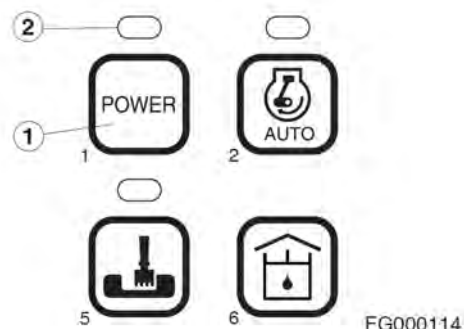

Рис. 50
2. Следует выбрать надлежащий режим мощности с помощью кнопок (1, рис. 50) до начала работы.
3. Когда нажата кнопка режима мощности (1, рис. 50), изменение режима мощности на "ON" или "OFF" сопровождается звуковым сигналом. При включенном режиме мощности (**ON**) загорается индикатор (2, рис. 50).
Второе нажатие отключает режим мощности. При отключенном режиме мощности выключается светодиодный индикатор (2, рис. 50), и происходит возврат к стандартному режиму.